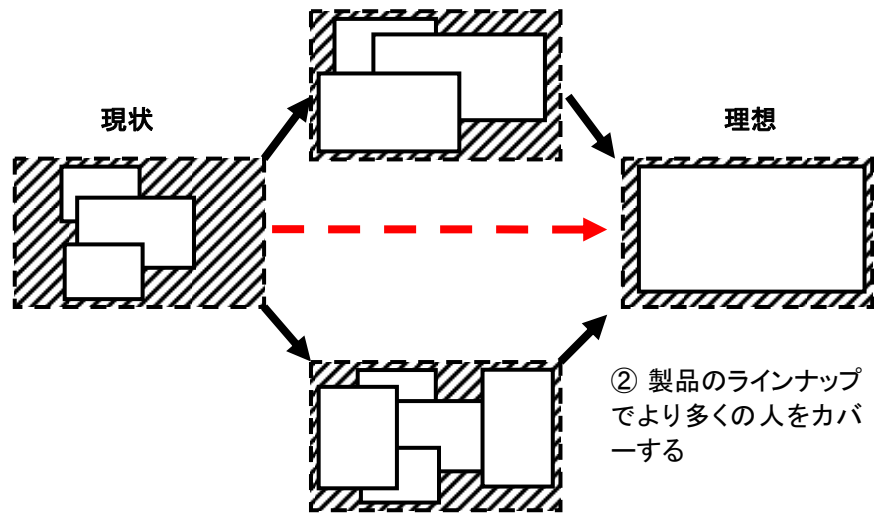

図3 UD実現の2つのストーリー
頻度に合わせてもっとも適切な方法を選択することができます。製品のラインナップでUDを達成する、というのも選択肢を用意することによってトータルで満足する人を増やすという考え方は、図3の破線枠・斜線の四角がユーザの広がり、その中の実線枠白の四角がそれぞれの製品でカバーしている範囲だとします。現状のように残っている斜線部分の面積（残っているユーザ）を理想のようにできる限りカバーできるようにするのがUDです。
1の図3で示した二つのストーリーに該当する事例を紹介いたします。
一つ目は図3の①、個々の製品で「より多くの人をカバーする」を目指した姿勢サポート椅子です。